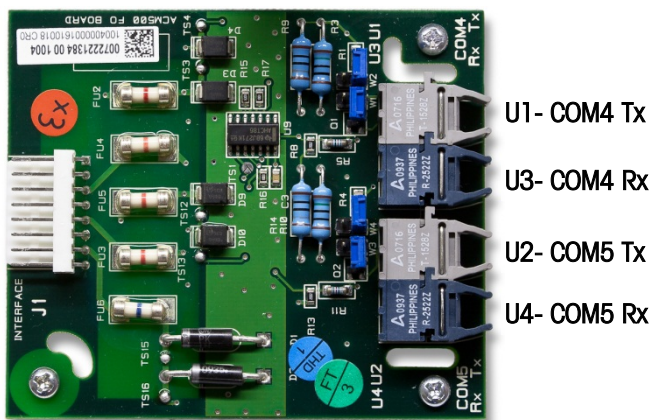
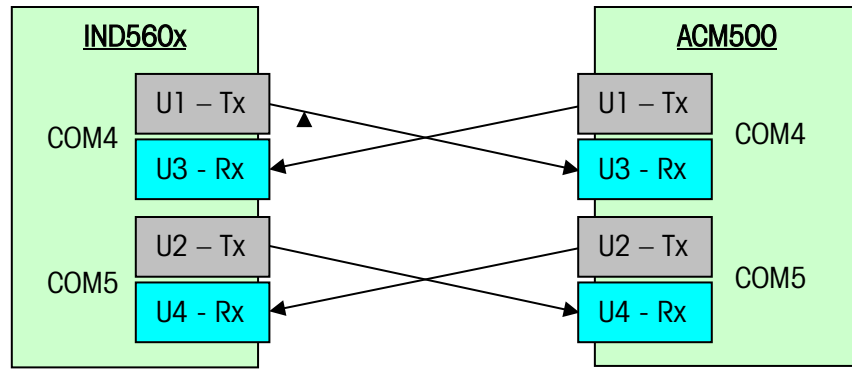

Figura 3-9: Tarjeta de interfase de fibra óptica
Figura 3-10: Diagrama de conexión del cable de fibra óptica
3. Cuando conecte cables de fibra óptica en el COM4, determine cuáles cables de fibra óptica vienen del puerto COM4 de la terminal IND560x. Enchufe el cable de fibra óptica del transmisor (U1) COM4 de la IND560x en el receptor (U3) COM4 del ACM500 y el cable del receptor (U3) COM4 de la IND560x en el transmisor (U1) COM4 del ACM500. Consulte la Figura 3-9 para identificar los transmisores y receptores en la tarjeta de interfase de fibra óptica del ACM500. La Figura 3-10 muestra el cableado correcto entre la IND560x y el ACM500.
4. Cuando instale una conexión en el COM5, determine cuáles son los cables de fibra óptica que vienen del puerto COM5 de la IND560x. Enchufe el cable de fibra óptica del transmisor (U2) COM5 de la IND560x en el receptor (U4) COM5 del ACM500 y el cable del receptor (U4) COM5 de la IND560x en el transmisor (U2) COM5 del ACM500. La Figura 3-10 muestra el cableado correcto entre la IND560x y el ACM500.